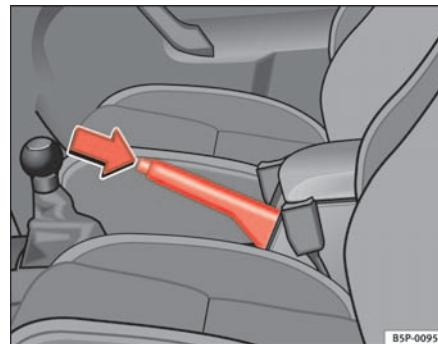

Fig. 97 Freno de mano entre los asientos delanteros
⇒ fig. 97.
- Tire ligeramente de la palanca hacia arriba, presione el botón de desbloqueo en la dirección de la flecha ⇒ fig. 97 y baje completamente la palanca. ⇒ !.